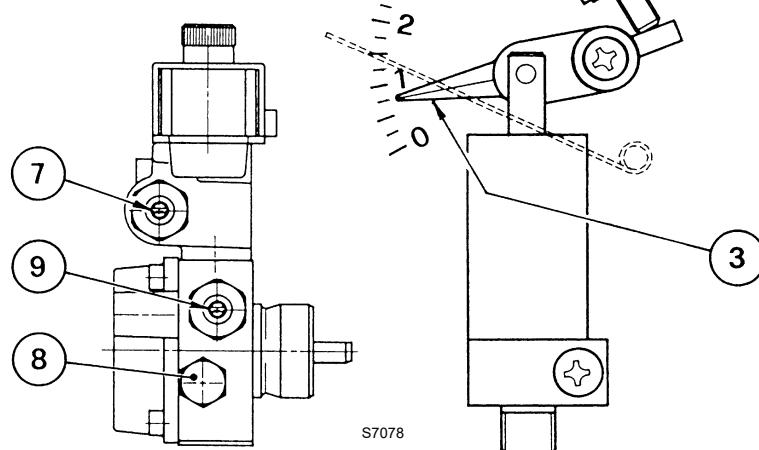

Abb. 15
Der Manometer zur Druckkontrolle wird an Pos. (8) montiert, (siehe Abb. 15).